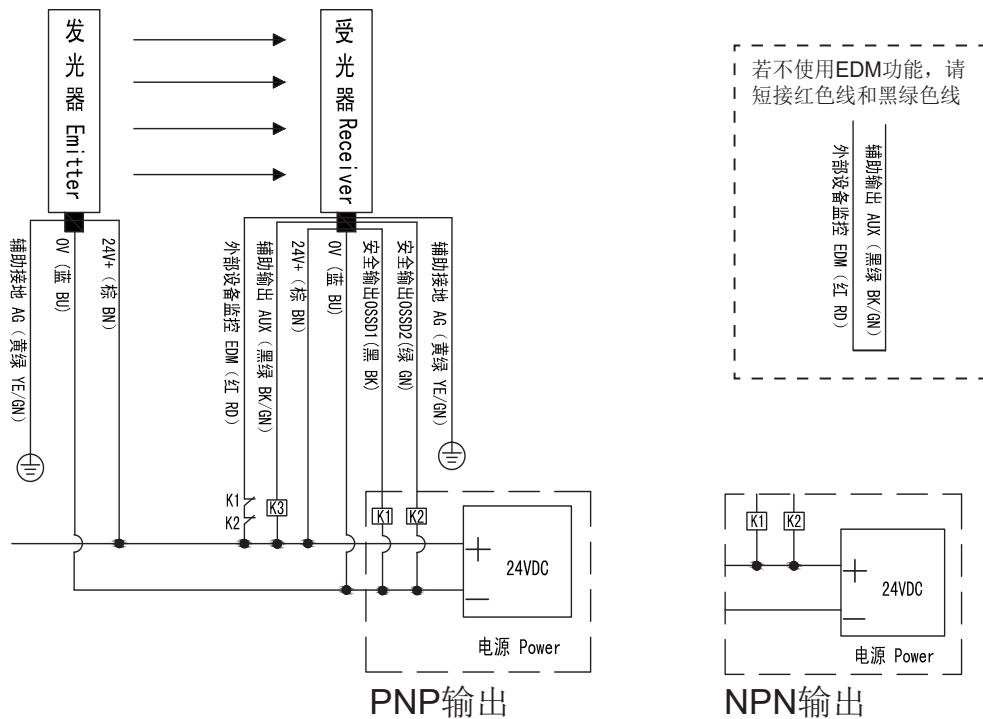
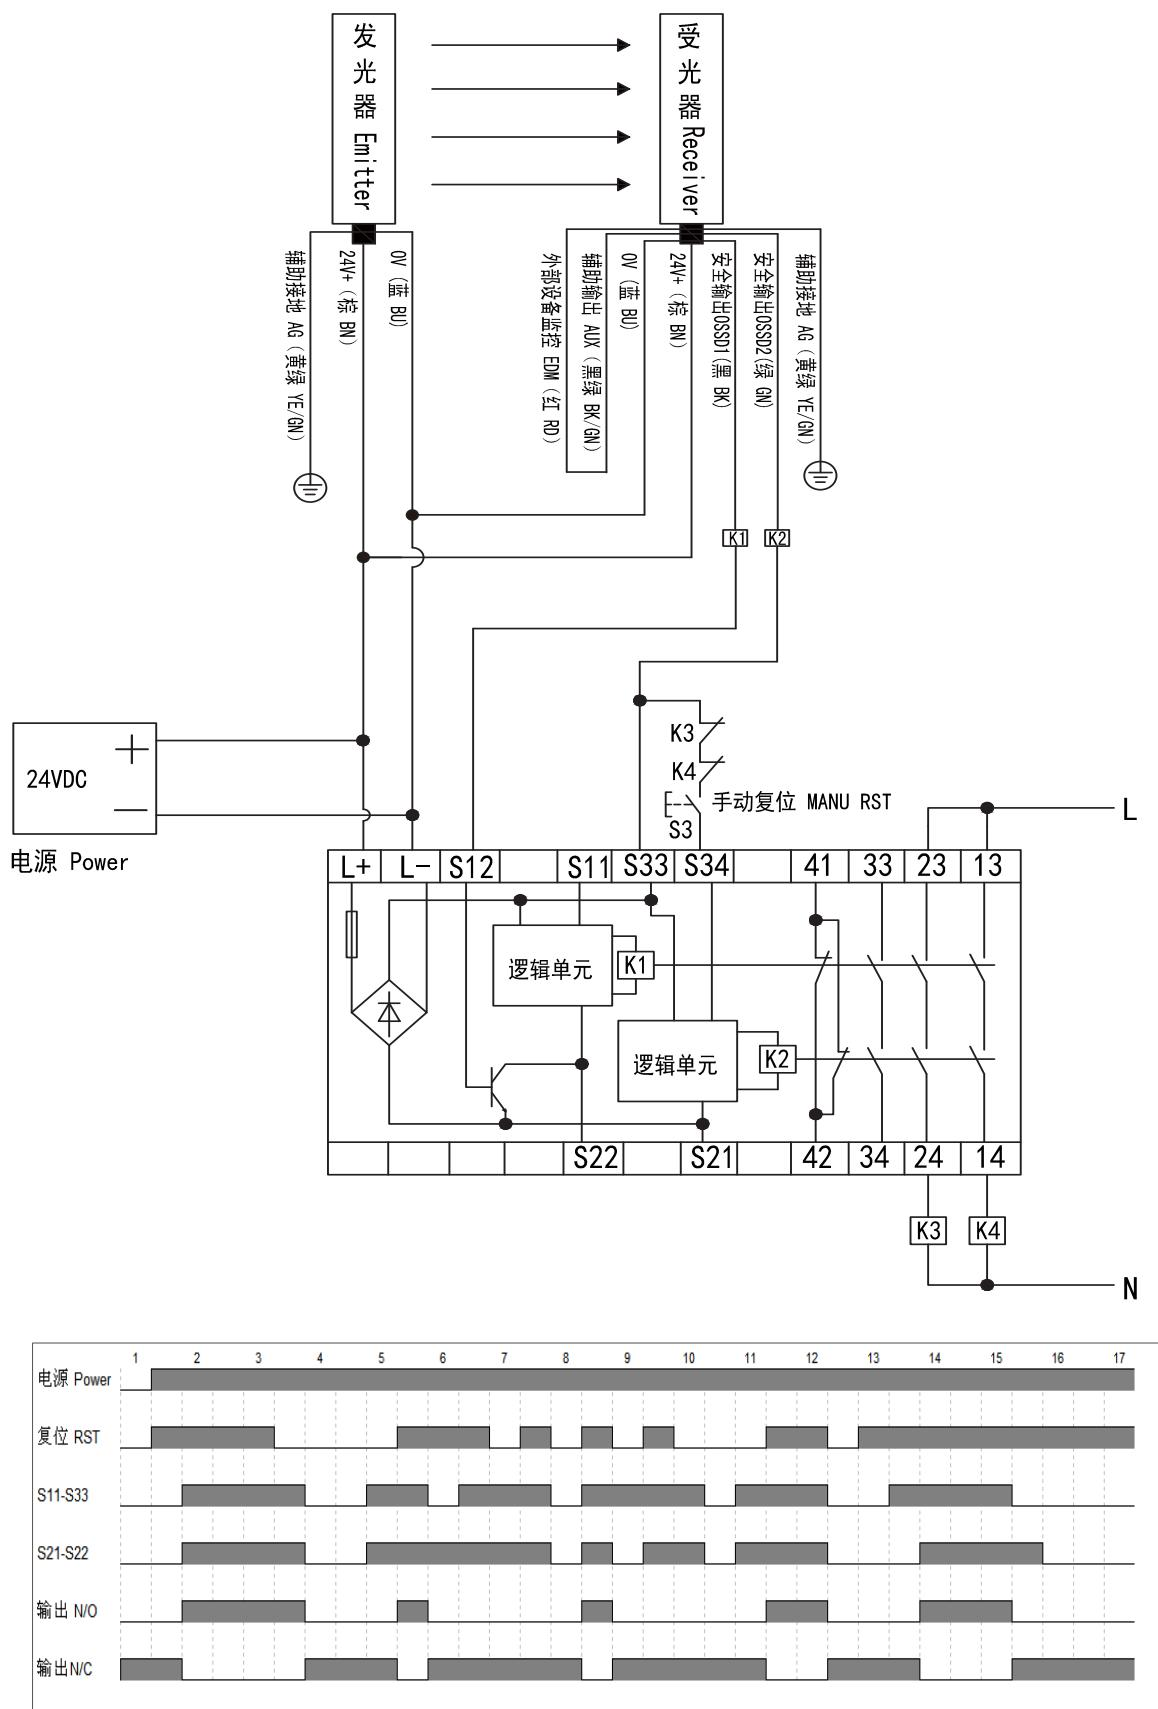

图6-1 SFD系列安全光幕接线图
图6-4 SFD系列安全光幕与SR4P3A1B24接线图，时序图
- ◆ 图6-1中K1、K2、K3，图6-4、6-5、6-6、6-7、6-8中K3、K4为外部设备，应选用具有强制导向结构的继电器或电磁接触器。